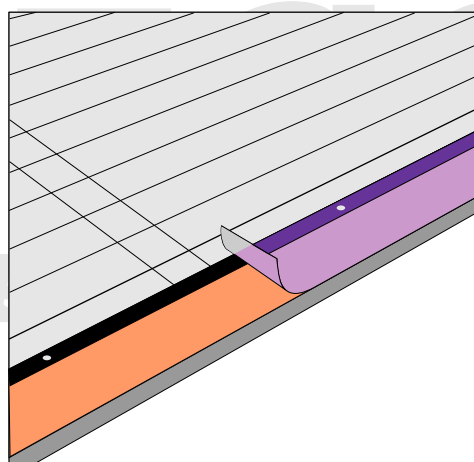

Fig. 3 - Istallazione “Prima Fila”
- Togliere la protezione superiore di “Prima Fila”(fig. 3);